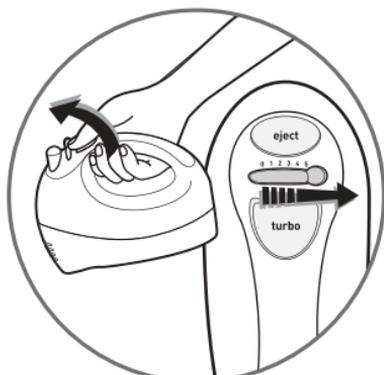

fig.2
- Mettez en route à l'aide du sélecteur de vitesse (A2), (fig.2), d'abord en vitesse 1 puis 2,3,4,5. Utilisez la position « Turbo » (A3) si la recette nécessite plus de puissance.